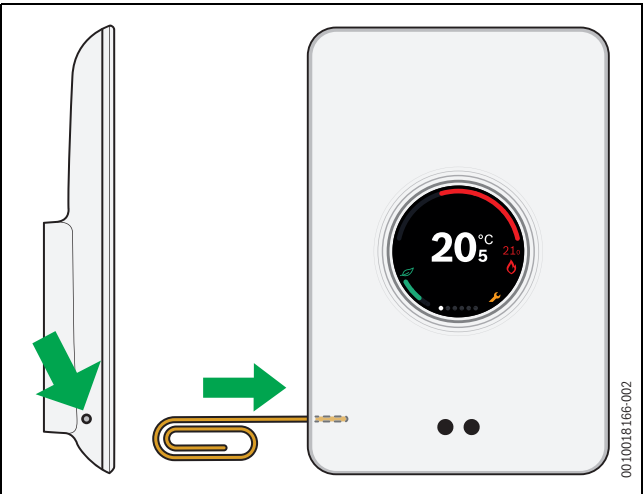

Fig. 21 Hard-Reset
- Appuyer sur la touche reset (→ fig. 21) pendant quelques secondes.